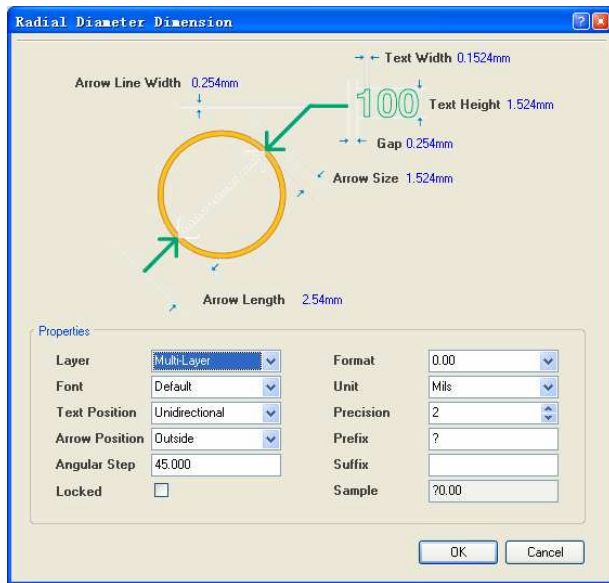

图 7.75 “Radial Diameter Dimension”对话框
(1) 单击“Utilities”工具栏中的尺寸工具按钮，在弹出的工具栏中选择射线式直径标注工具按钮，或者选择“Place”->“Dimension”->“Radial Diameter”命令。
(2) 单击“Tab”键，打开如图 7.75 所示的“Radial Diameter Dimension”对话框。
如图 7.75 所示的“Linear Diameter Dimension”对话框用于设置射线式直径标注的属性，其中的选项功能与“Linear Dimension”对话框中的对应选项功能相同。可参考对“Linear Dimension”对话框中选项的描述。